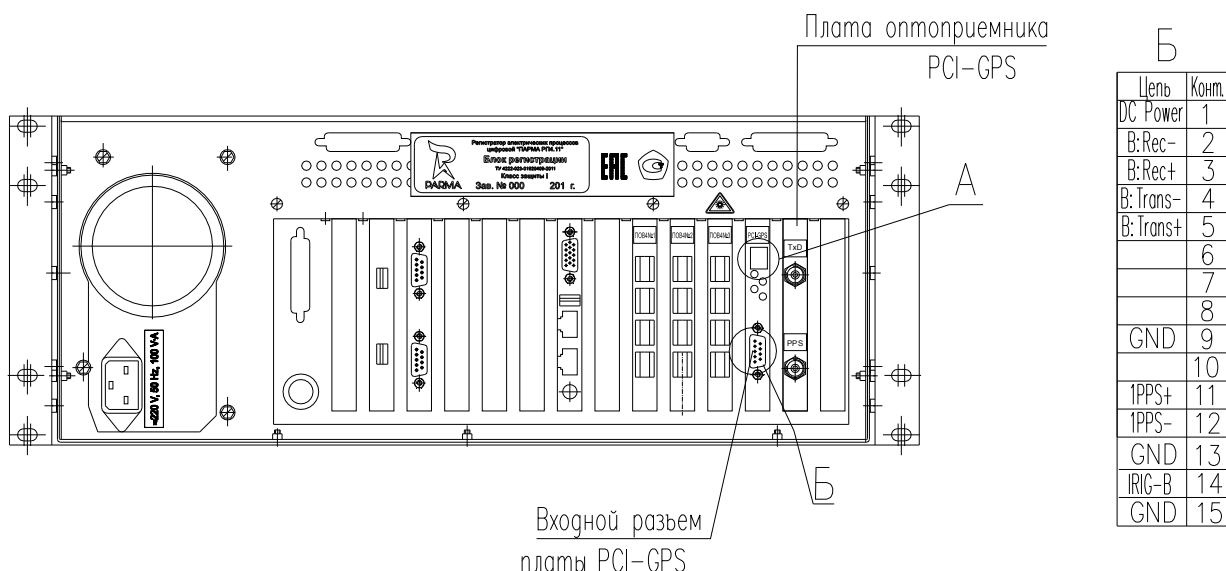

Рисунок 27 Подключение источника синхронизации к регистратору
- Входной разъем платы PCI-GPS – предназначен для проводного подключения источника синхронизации непосредственно от антенны или IRIG-B (где контакты 13 и 15 – GND, а контакт 14 – вход IRIG-B), рисунок 27. вид Б;